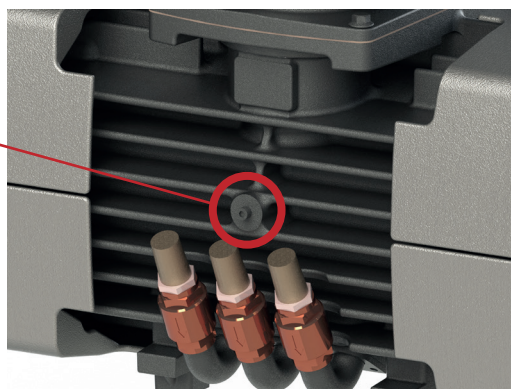

Figura 10
- 7) trazar nuevamente el redondo a la altura del agujero de inspección; (véase Figura 10);